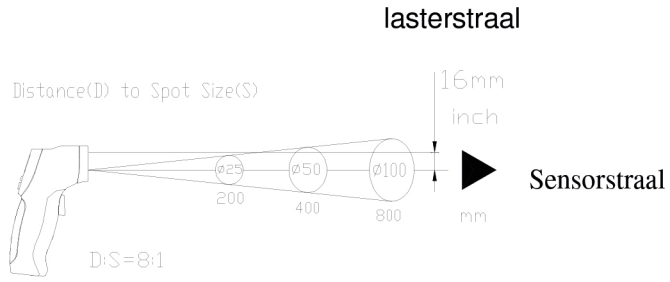

Fig: 1
Als de afstand (D) van het object vergroot, wordt het meetoppervlak (S) eveneens groter. Zie **Fig: 1**.